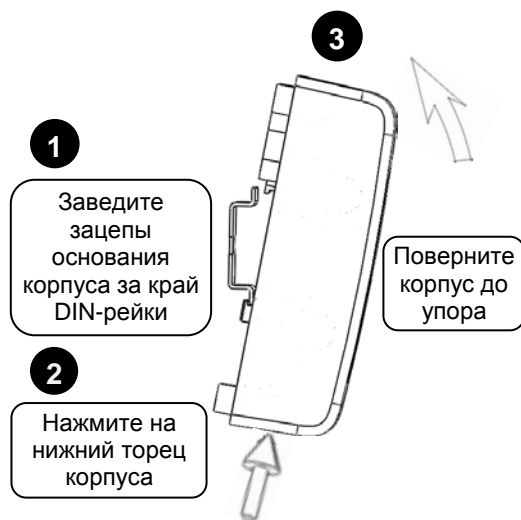

Рисунок 3. Крепление контроллера на DIN-рейку
3.2.1 Установите контроллер на DIN-рейку в порядке, указанном на рис. 3.